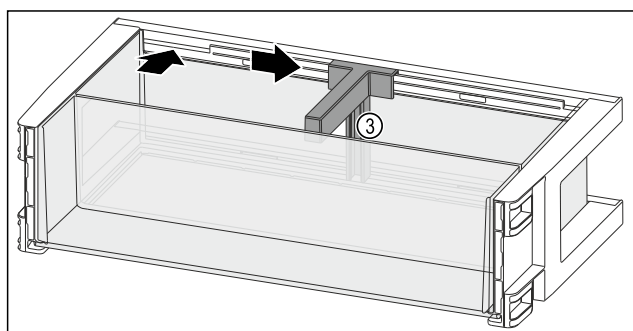

Fig. 136
- Insérer le range-bouteilles Fig. 136 (3) dans l'évidement.
- Pousser le range-bouteilles Fig. 136 (3) sur le côté en position souhaitée.